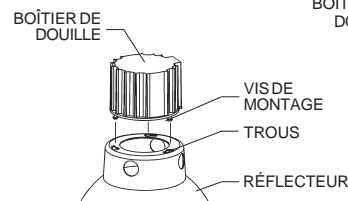

FIG.7
1. Aligner les *vis de montage* du *boîtier de douille* avec les *trous* du *réflecteur*. (Fig.7)